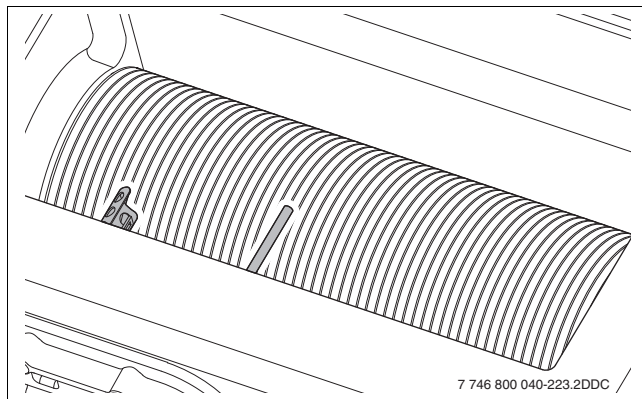
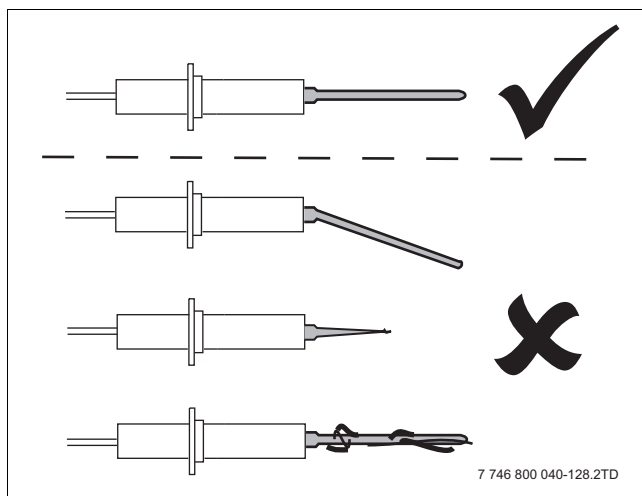
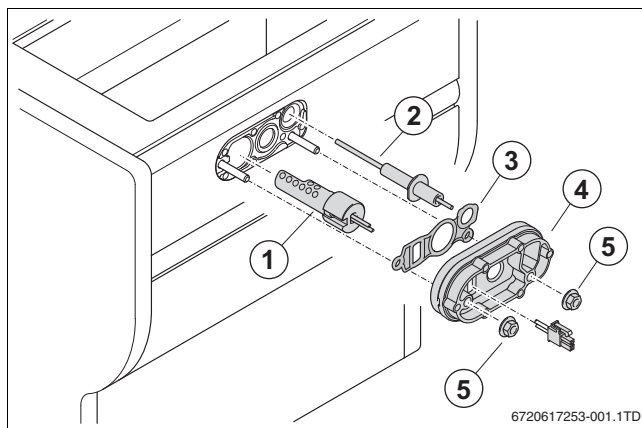

Bild 70 Zündanlage prüfen
Bild 71 Überwachungselektrode prüfen
Bild 72 Zündanlage
- ▶ Alle 4 Jahre die Gummidichtung (→ Bild 72, [3]) und die Abdeckplatte mit Dichtung (→ Bild 72, [4]) ersetzen.
- ▶ Separate Teile der Zündanlage (→ Bild 72) auf Verschleiß, Beschädigung oder Verschmutzung prüfen (→ Bild 70 und Bild 71).